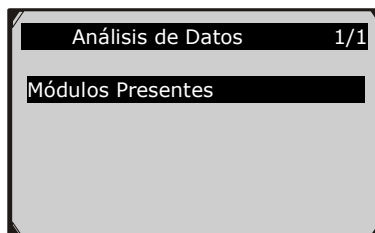

Figura 4.2
- Si no hay datos grabados del vehículo probado previamente, sólo los datos de los **Módulos Presentes** que contengan Identificación del módulo y el tipo de protocolo pueden revisarse. (Figura 4.2)